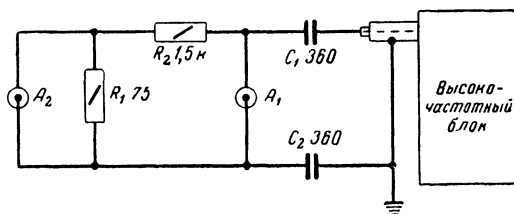

Рис. 7. Схема делителя входного сигнала в телевизорах «Рекорд» и «Рекорд-12».
**Канал изображения и звука.** Антенный ввод телевизоров «Рекорд» и «Рекорд-12» выполнен в виде планки с двумя гнездами. К ним подсоединены выводы делителя сигнала 1 : 1 и 1 : 10. В этих телевизорах ослабление сигнала производится не за счет изменения коэффициента усиления высокочастотного блока, а путем деления сигнала во входной цепи сопротивлениями  $R_1$  и  $R_2$  (рис. 7).